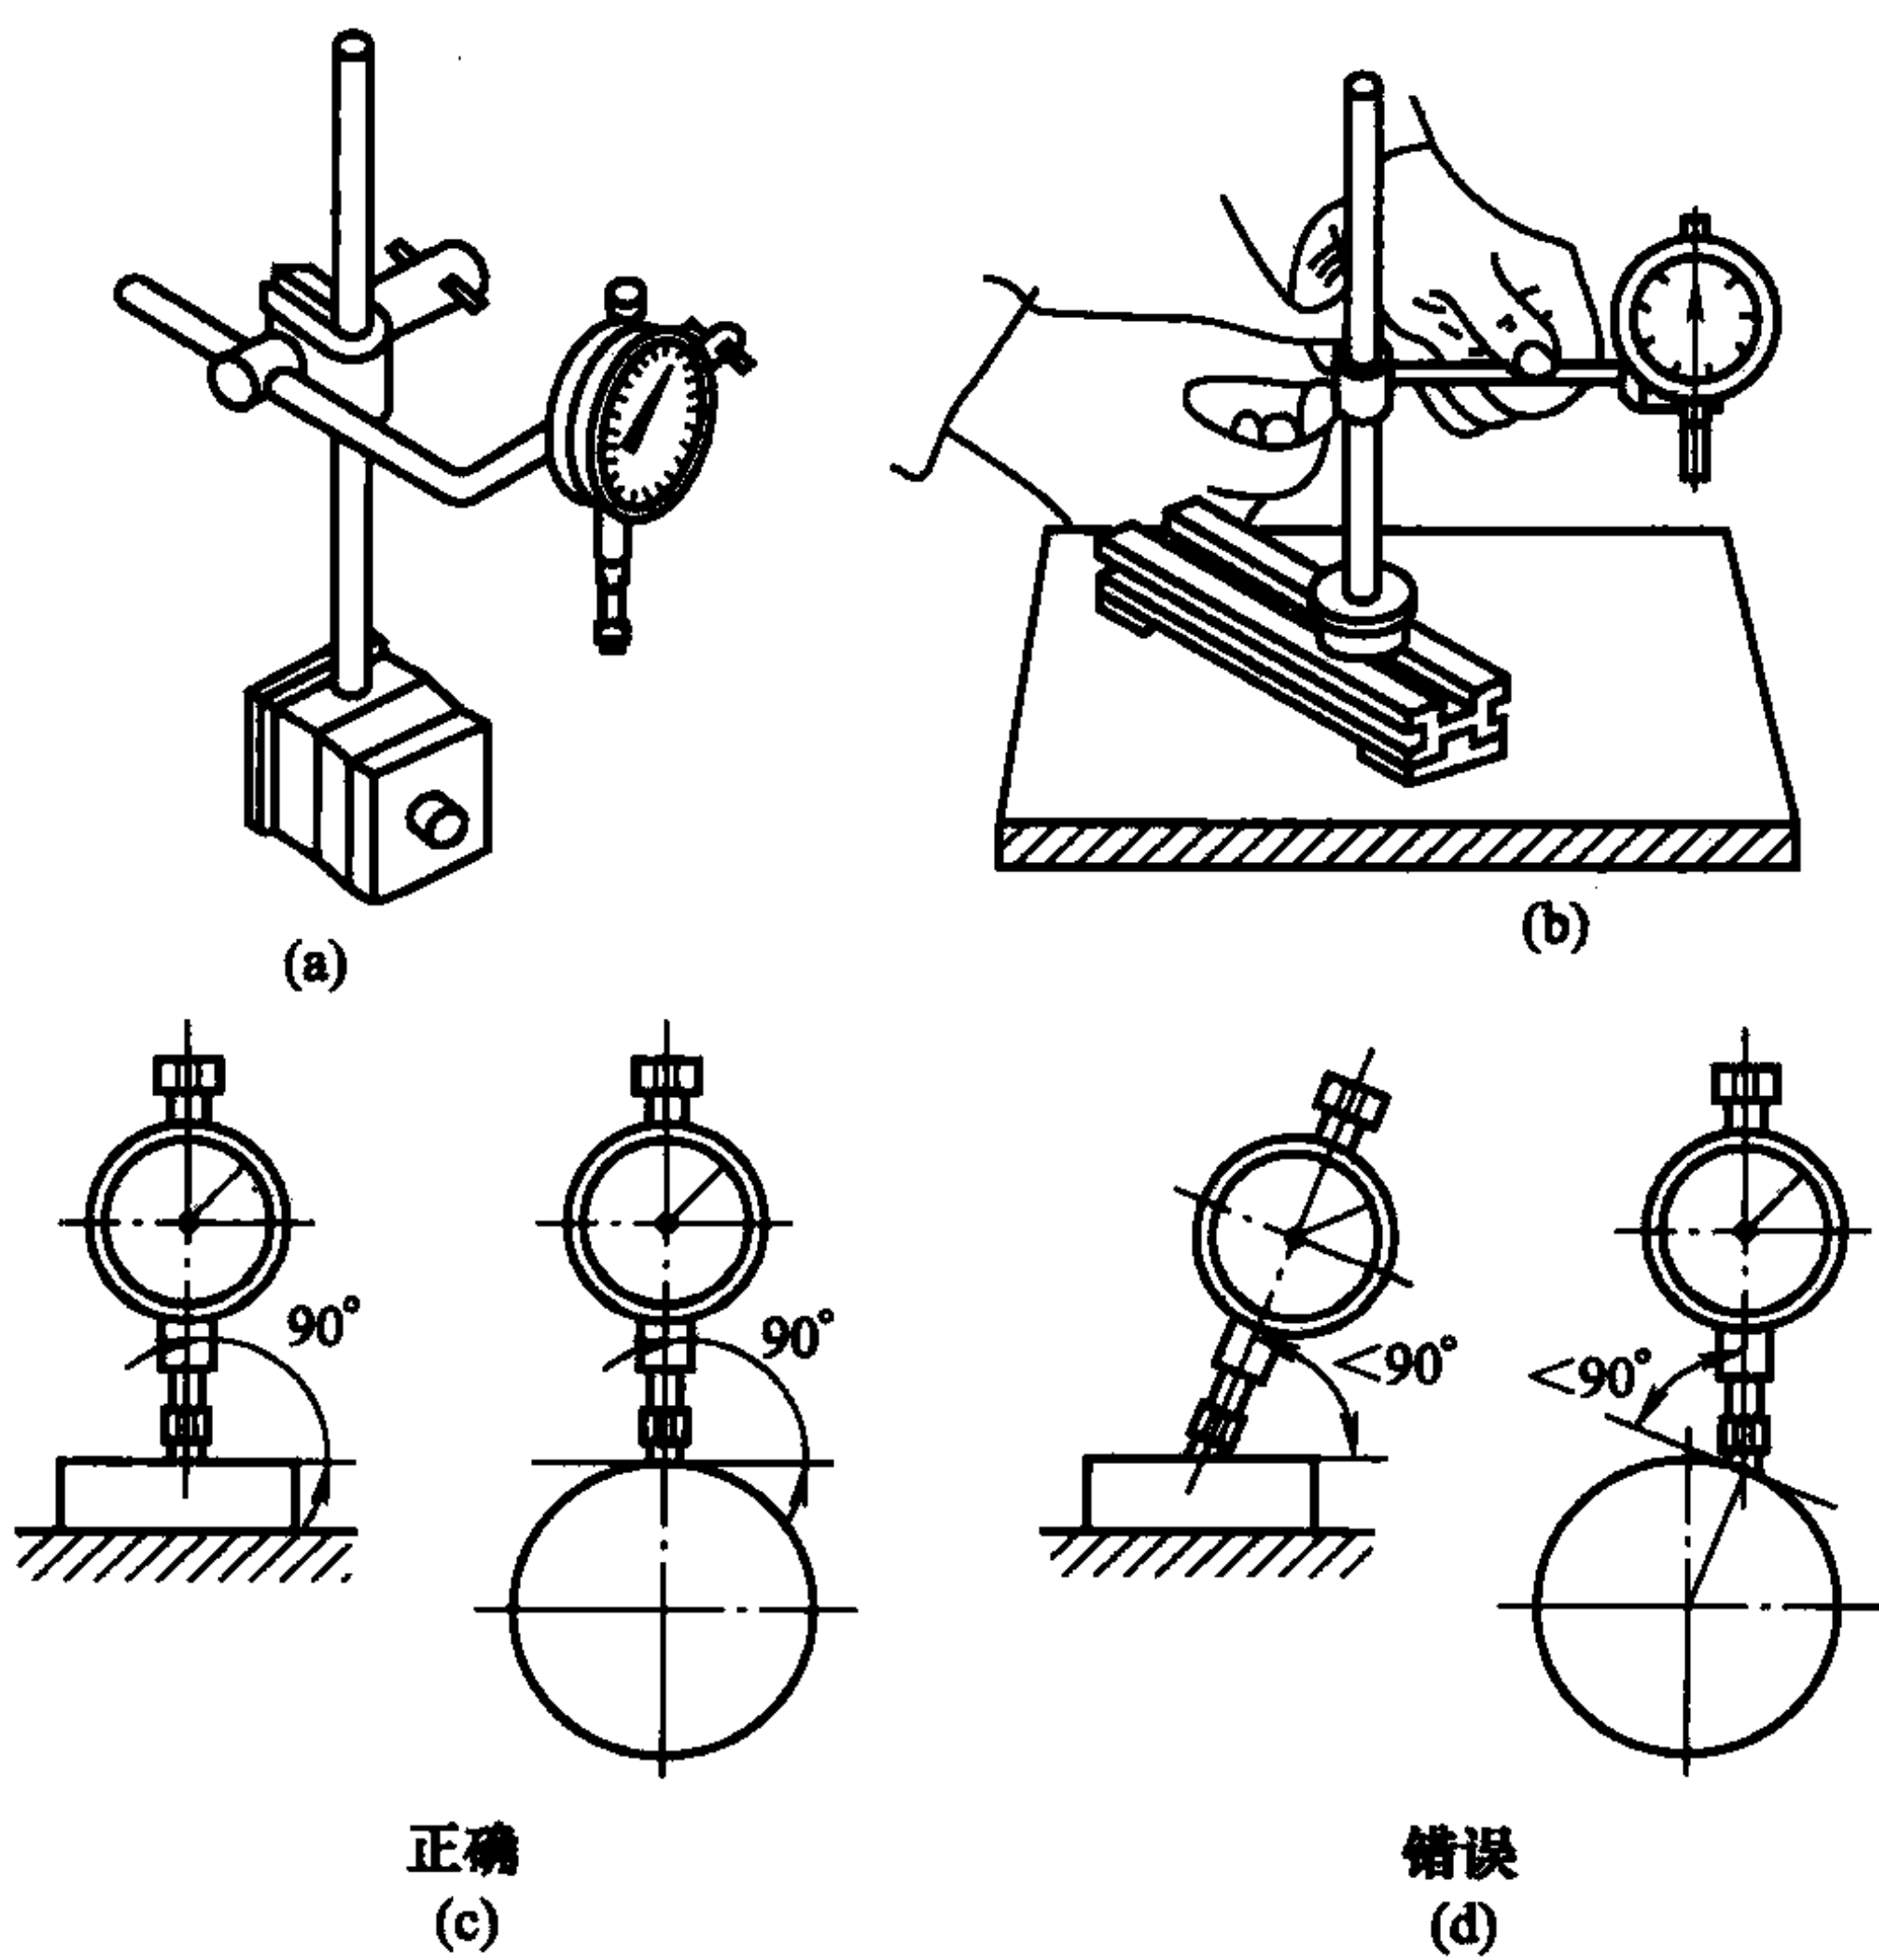

图 2-9 百分表的安装与测量
(2) 百分表使用注意事项
- ① 使用前，应检查测量杆的灵活性。轻轻推动测量杆，看其能否在套筒内灵活移动。每次松开手后，指针应回到原来的刻度位置。
- ② 测量前，应先擦净量头及被测表面。测量平面时，百分表的测量杆应与平面垂直；测量圆柱形零件时，测量杆应与零件的中心线垂直，如图 2-9 所示。